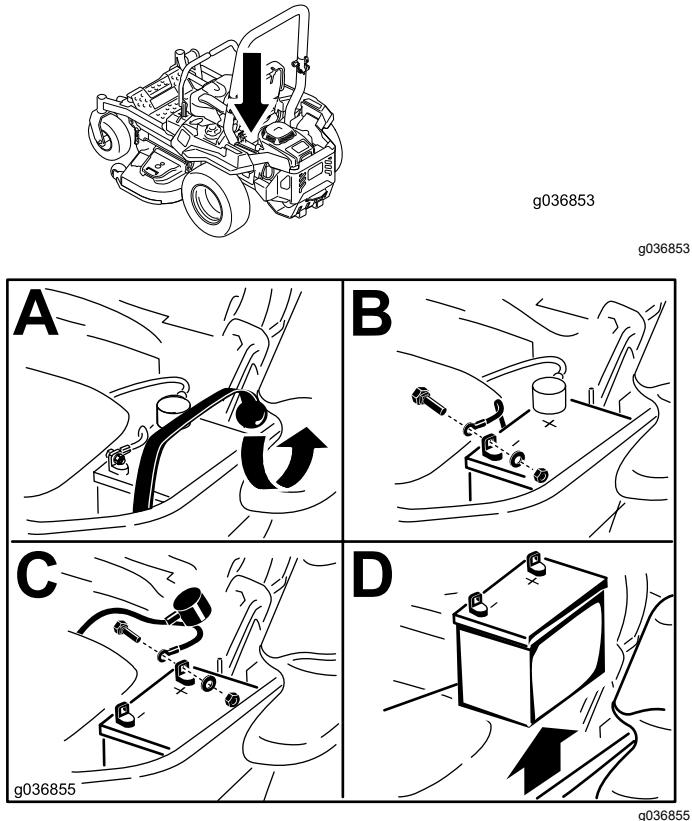

Figura 57
3. Retire la batería, según se muestra en Figura 57.
1. Coloque la batería en la bandeja, con los bornes frente al depósito de aceite hidráulico (Figura 57).
4. Fije los cables con 2 pernos, 2 arandelas, y 2 contratuerzas (Figura 57).
6. Fije la batería con la correa de goma (Figura 57).